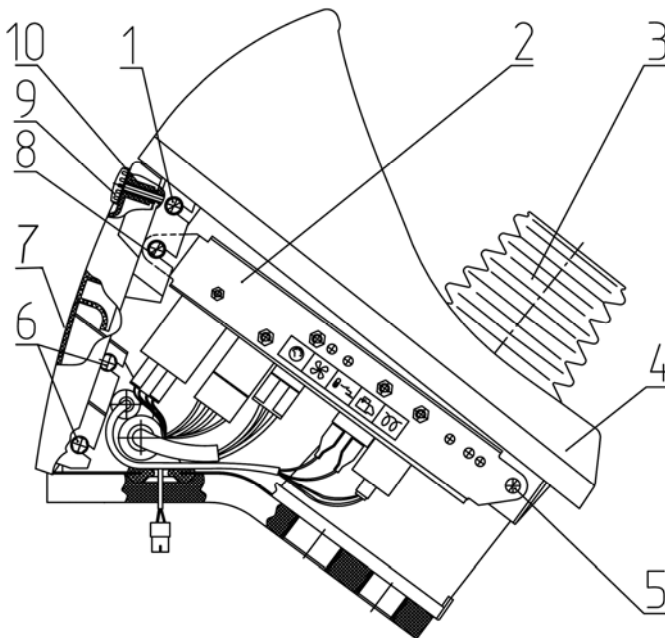

Рисунок 11.25
- а) отверните два винта 1 (рисунок 11.25) и два винта 5, а также два быстросъемных винта 9;
- а) откиньте крышку 10 (рисунок 11.25) с блоками предохранителей, предварительно отвернув два быстросъемных винта 9;
- а) отверните два быстросъемных винта 9 (рисунок 11.25);
Для замены реле, установленных на планке 2 (рисунок 11.25) выполните следующее:
Для замены уплотнителя 3 (рисунок 11.25) отверните крепящие панель 4 два винта 1 и два винта 5, после чего приподнимите панель и замените уплотнитель.